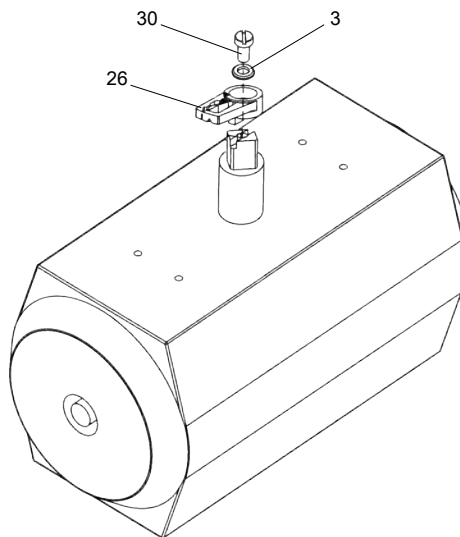

Abb. 20: Montage Mitnehmer am Antrieb
4. Abb. 20: Mitnehmer (26) auf Wellenstummel des Antriebes aufsetzen und mit Zylinderschraube (30) und Scheibe (3) festschrauben.